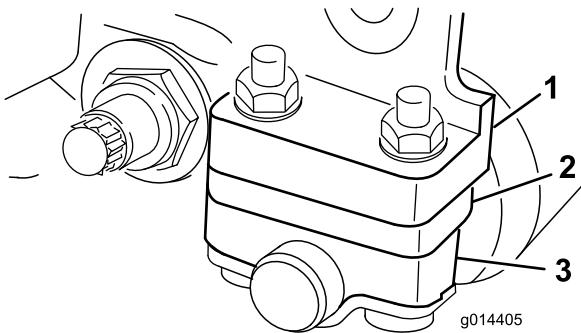

Figura 13
1. Ajuste os suportes do rolo traseiro para a posição baixa ou elevada, dependendo dos limites de altura de corte desejados (Figura 12ou Figura 13).
Posicione o distanciador abaixo do flange de montagem da placa lateral se as definições da altura de corte variarem entre 3,2 e 25 mm (Figura 13).